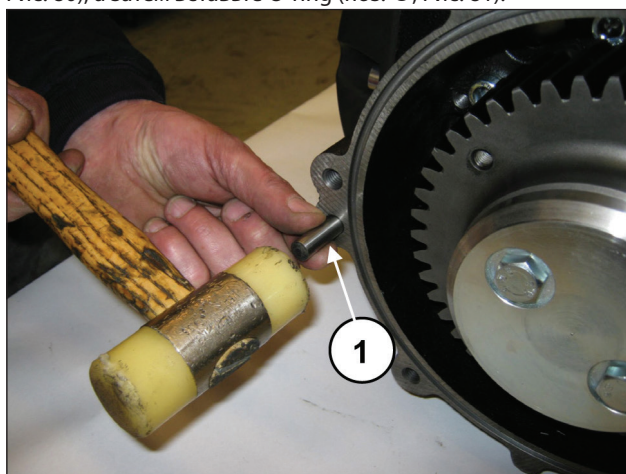
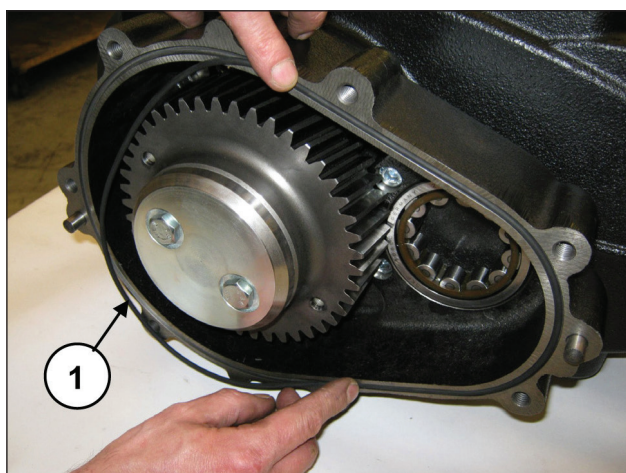

Рис. 80
Рис. 81
Вставьте 2 штифта $\varnothing 10 \times 24$ в корпус редуктора (поз. ①, Рис. 80), а затем вставьте O-ring (поз. ①, Рис. 81).